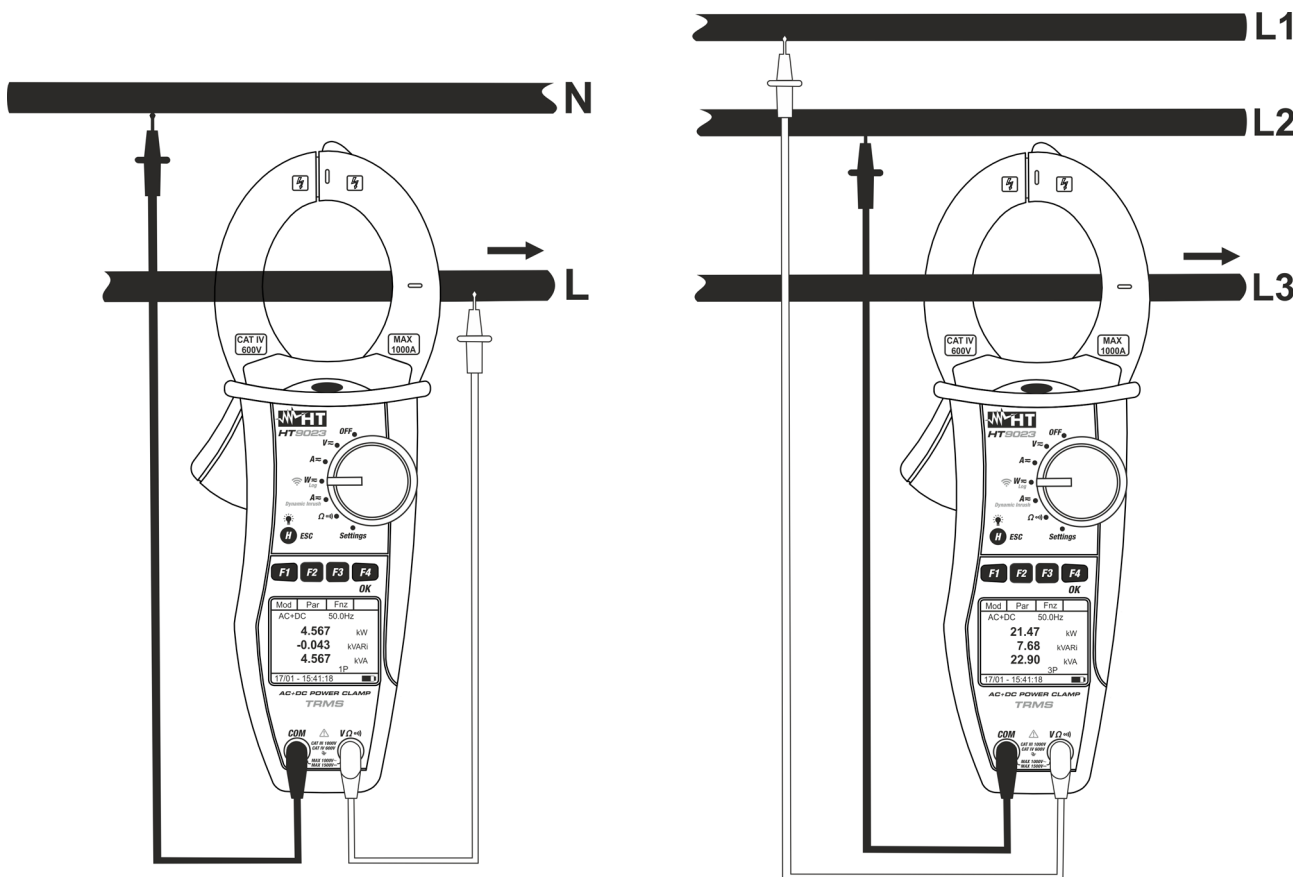

Abb. 13: Messung von AC/AC+DC (1- oder 3 –Phasen)
6. Verbinden Sie die rote Messleitung mit der **VΩ⁽ⁱ⁾** Eingangsbuchse, und die schwarze Messleitung mit der **COM** Eingangsbuchse, und verbinden Sie das Gerät, wie in der Abb. 13 beschrieben wird. Setzen Sie den Leiter ins Zentrum der Zangenöffnung, damit Sie eine genauere Ablesung der Messwerte erhalten. Auf die vorhandenen Ausrichtungsmarkierungen Bezug nehmen (siehe Abb. 13).